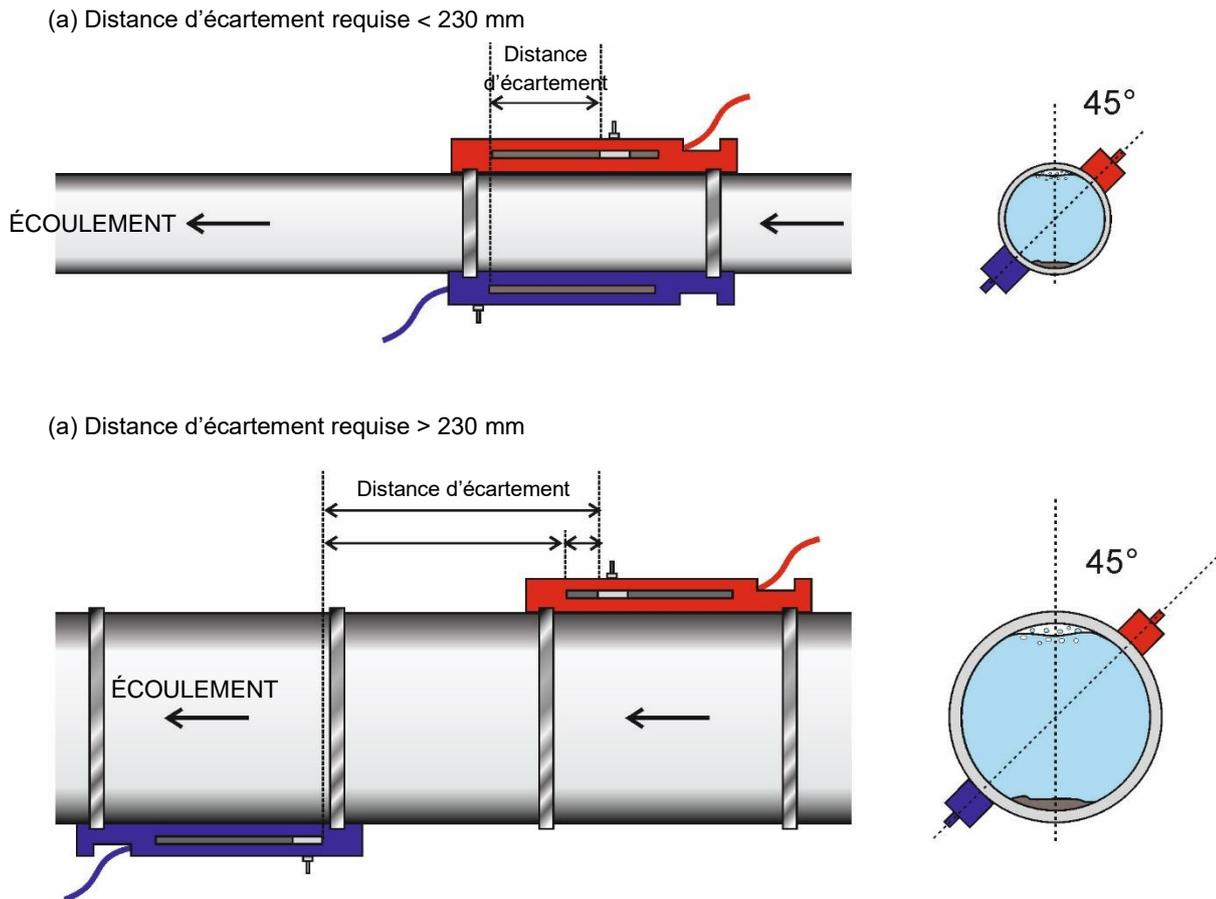

Figure 18 Positionnement les rails de guidage pour le Mode Diagonale
1. Positionner les deux rail de guidage à l'horizontale sur la canalisation à 45 °C par rapport au sommet et au fond de la canalisation et fixer avec la sangle en acier inoxydable fournie (voir la Figure 18).